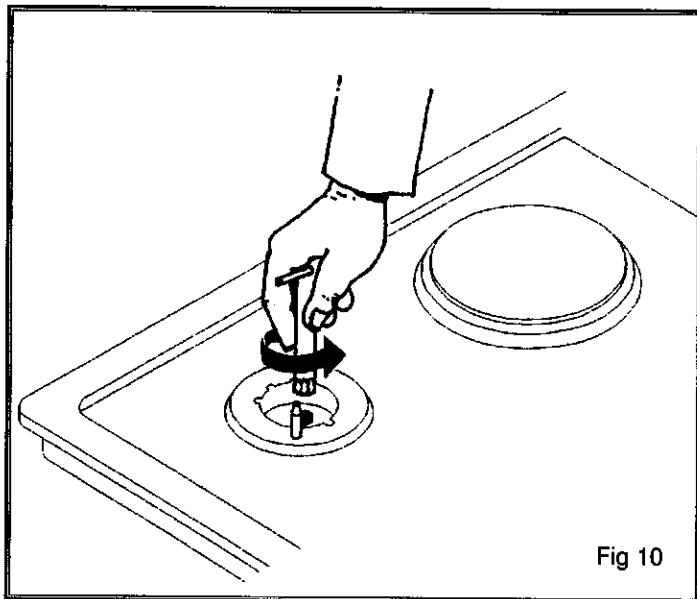

Fig 10
- 3) Dévisser l'injecteur (fig. 10)